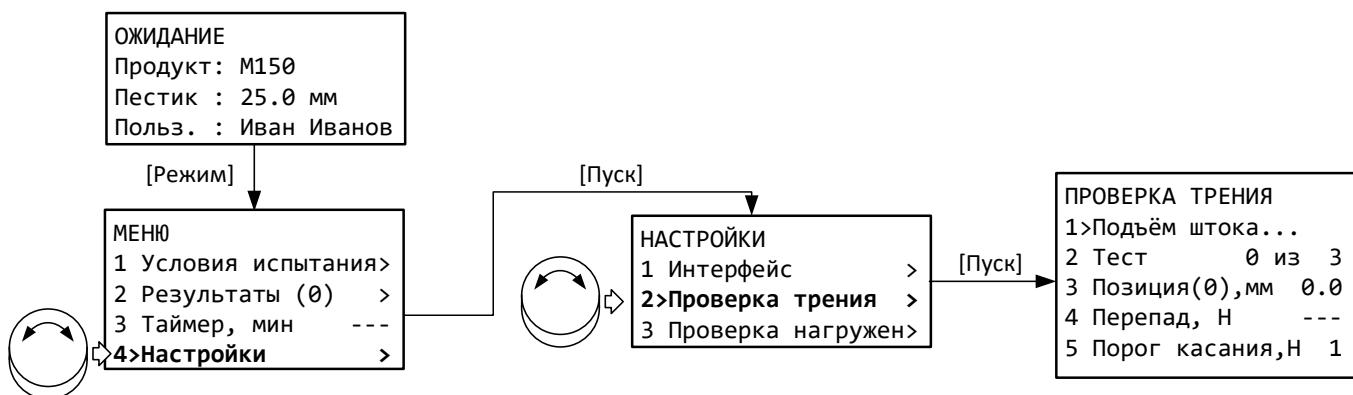

Рисунок 15 – Меню «Проверка трения»
5.4.1 Из окна ожидания перейти в меню «Проверка трения» (рисунок 15). Если при переходе в это меню давление в ресивере окажется малым, то аппарат начнет набор давления, а на дисплее будет отображено окно ожидания набора давления. По завершению набора давления меню открывается автоматически.